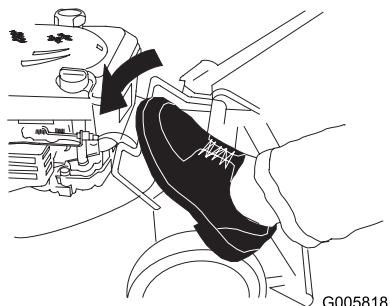

Bild 45
2. Treten Sie auf den Grifflösehebel (Bild 45).